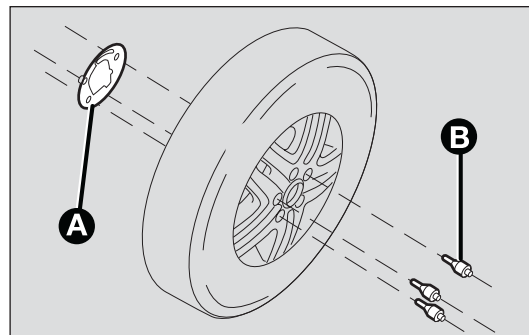

fig. 174
- monter sur la roue en alliage la plaque A-fig. 174 et la fixer avec les vis B fournies, en utilisant la clé appropriée ;